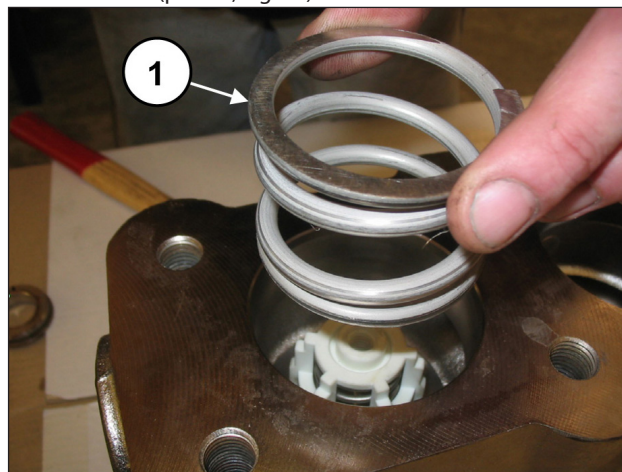

Fig. 81
Sfilare la molla (pos. ①, Fig. 81).